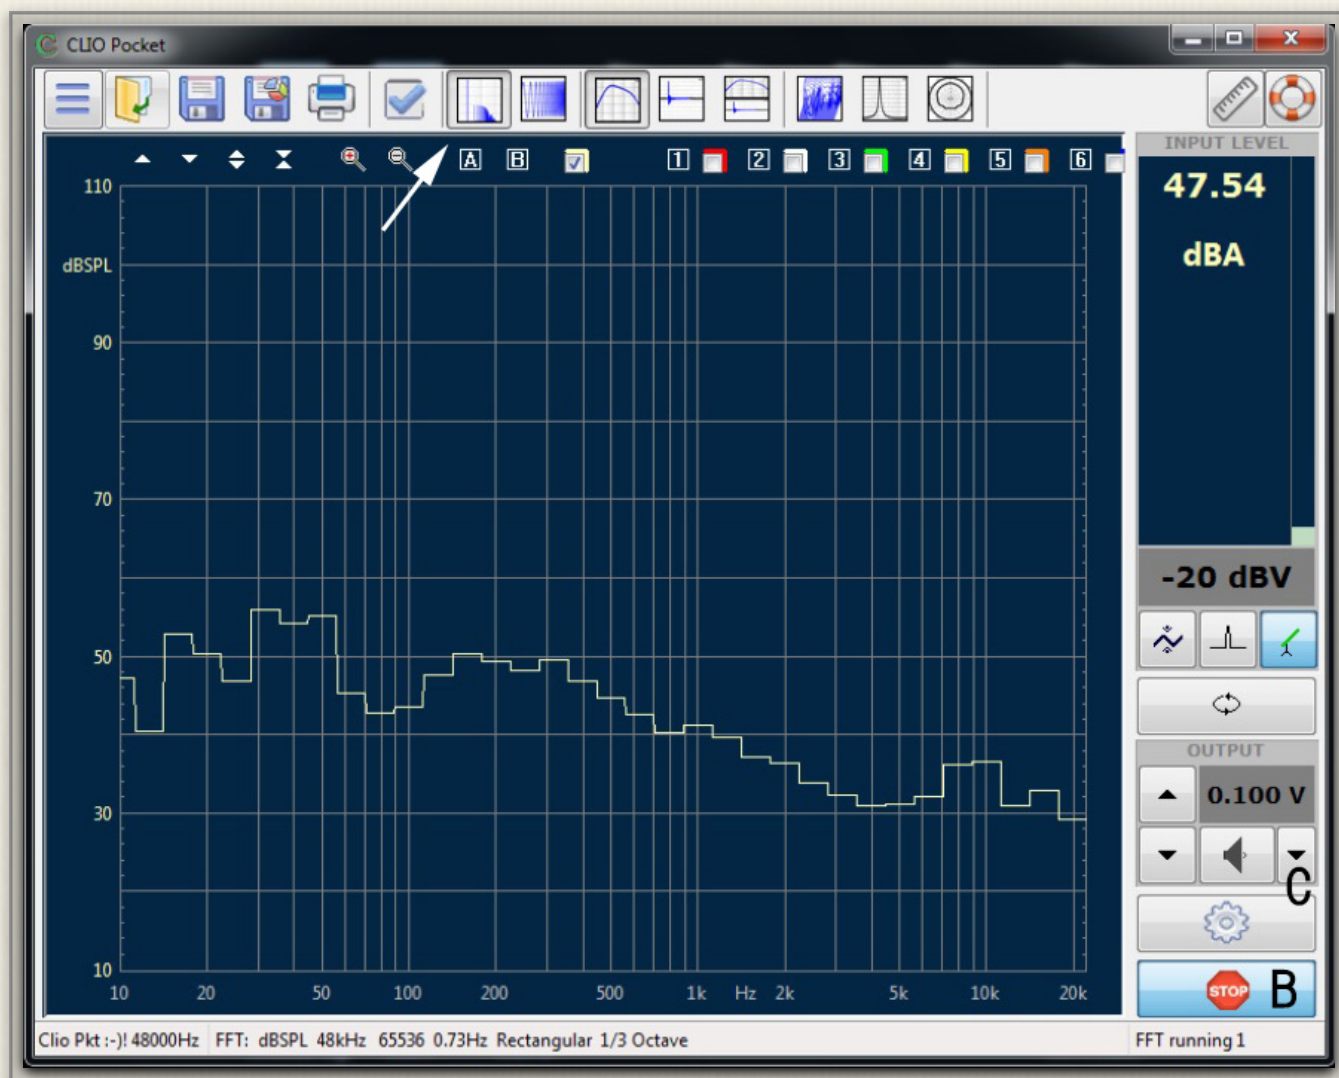

図4-7 FFT（RTA表示）で騒音レベルを確認
- ⑬ 図4-7矢印Cで信号発生器「Generator Control」を開く